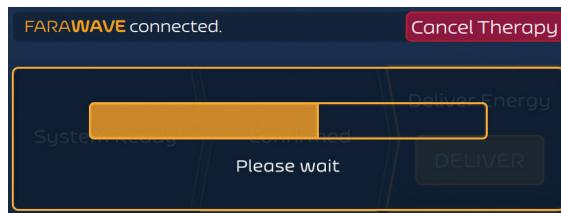

Figura 13. Ecrã Terapia – Modo Assíncrono – Estado de Contagem Regressiva entre Aplicações
8. O Gerador de PFA FARASTAR impõe um atraso de 10 segundos entre aplicações. Isto é implementado conforme apresentado na Figura 13.